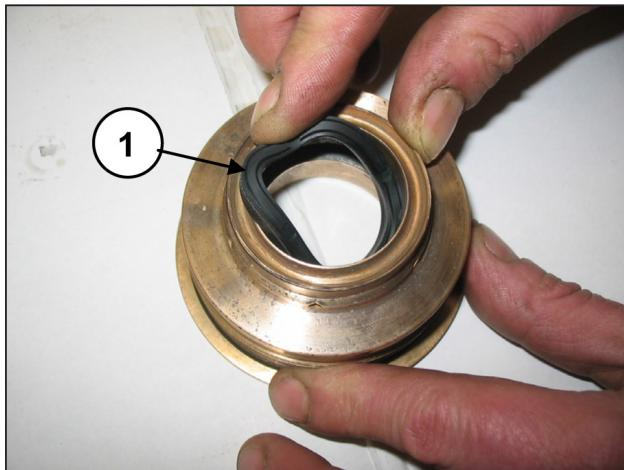

Fig. 174
Introducir la junta de baja presión en el soporte de la junta KC (pos. ①, Fig. 174) controlando el sentido de montaje (el labio de retención debe estar hacia adelante, hacia la cabeza).